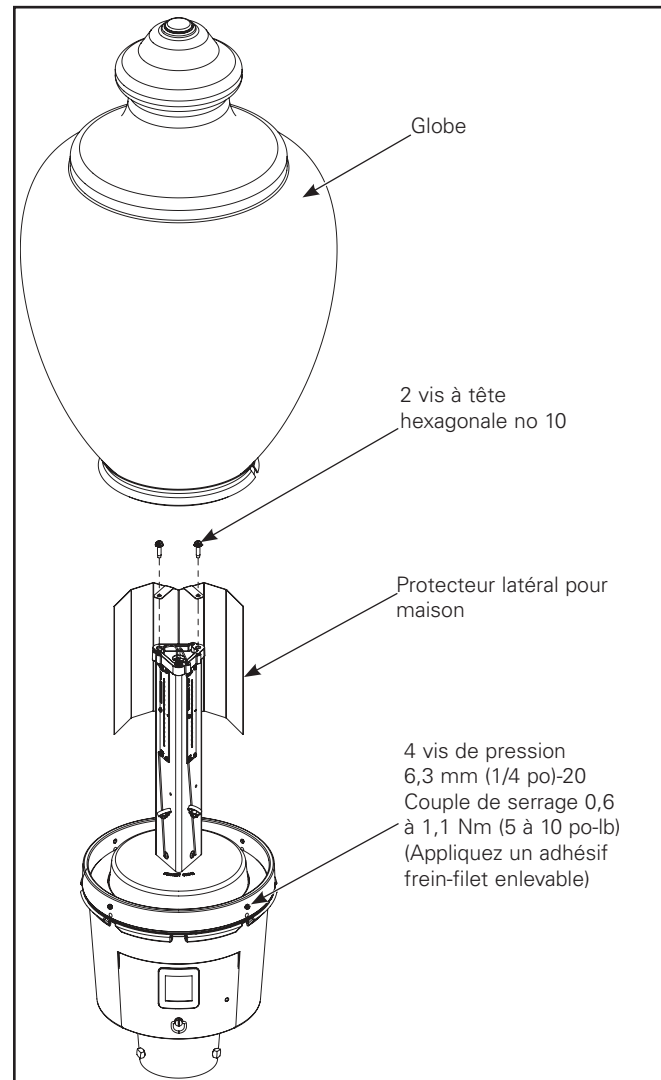

Figure 5.
1. Desserrez les quatre (4) vis de pression en vous assurant de ne pas les tourner complètement hors de la pièce moulée.
3. Retirez les deux (2) vis à tête hexagonale no 10 située sur le dessus du moteur lumineux DEL et orientées du côté de la maison. Fixez le protecteur latéral pour maison sur le joint d'étanchéité et installez les vis puis serrez-les à un couple de 0,6 à 1,1 Nm (5 à 10 po-lb) jusqu'à ce qu'elles affleurent la surface du joint d'étanchéité.
4. Pour terminer l'installation, glissez le globe sur le moteur lumineux DEL et appliquez un adhésif frein-filet enlevable sur les quatre (4) vis de pression. Serrez les quatre (4) vis de pression à un couple de 0,6 à 1,1 Nm (5 à 10 po-lb). (Figure 5.)